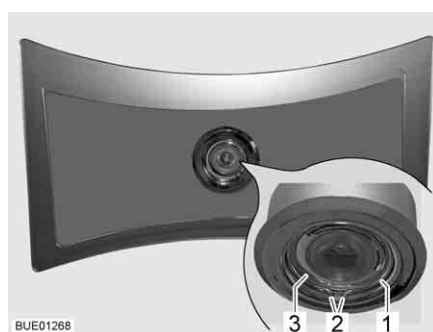

Fig. 220 Lámpara de techo
- Comprimir el pestillo con muelle (Fig. 220,1) por ambos extremos (Fig. 220,2) y retirarlo.
- Sacar la carcasa (Fig. 220,3) con LED de la lámpara.